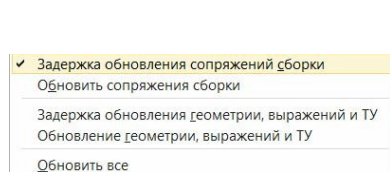

Рис.58
- Есть такая экзотическая возможность. Накладываемые *сопряжения сборки* можно не сразу выполнять, а **отложить** их выполнение до определенного времени. Для этого предварительно выполните команду *Инструменты \ Обновить \ Обновить связь между деталями \ Задержка обновления сопряжений сборки* (рис.58). На самом деле по этой команде, на рис.58, около упомянутой строки просто появится птичка. И пока эта птичка присутствует, действие всех наложенных *сопряжений сборки* будет временно задержано.
- Чтобы устранить задержку сопряжений сборки «навсегда», нужно убрать упомянутую птичку на рис.58.